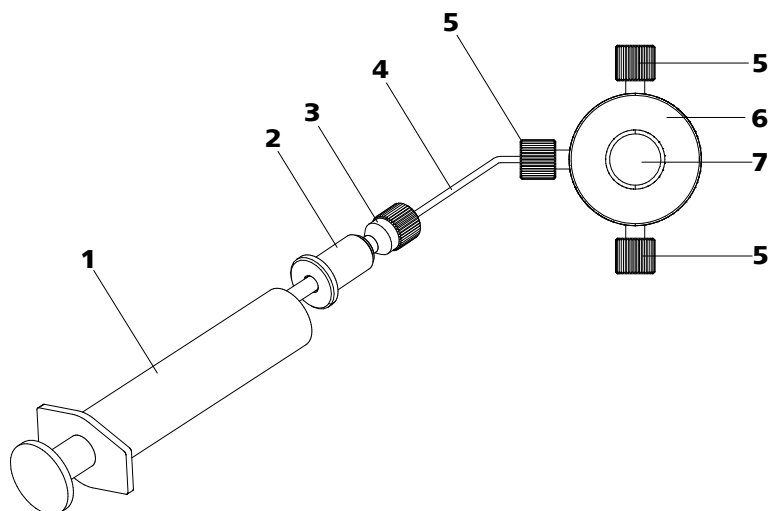

Figura 17 Eliminar o ar da bomba de alta pressão
Elimine o ar da bomba de alta pressão da seguinte forma (ver figura 17, página 38):
- Inserir a seringa (17-1) na conexão (17-2) Luer (ver figura 17, página 38).